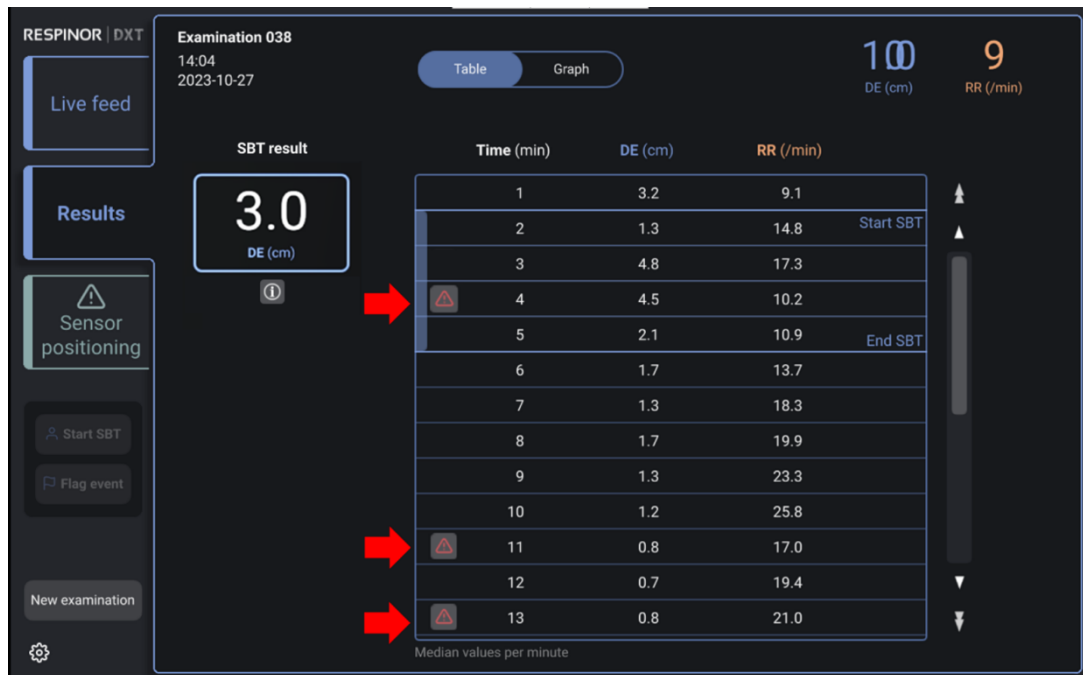

Figura 27. Mensajes de advertencia en la vista de tabla de resultados.
- Esto se indica con un símbolo de advertencia (⚠) en el lado izquierdo de la tabla, tal como señalan las flechas rojas en la Figura 27.